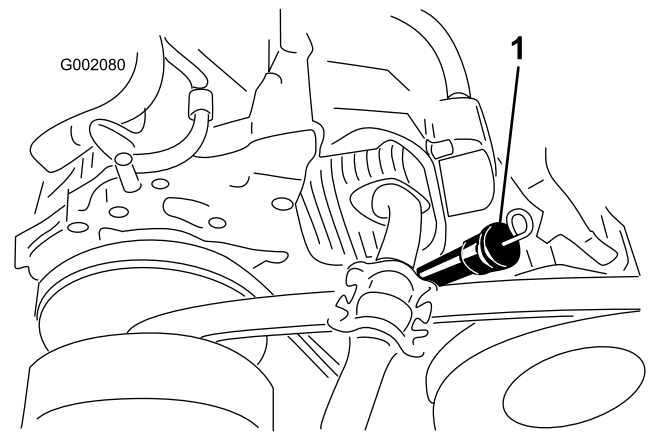
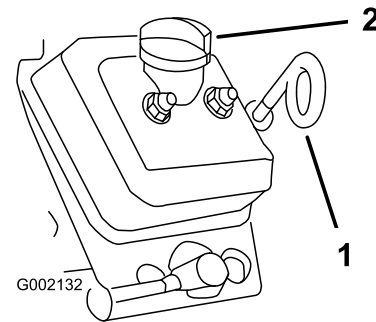

図 15
図 16
- モデル 07273 および 07273TC ディップスティックと補給口図 16。
- ディップスティックを抜き取り、付いているオイルをウェスで拭きとる図 15と図 16。
- ディップスティックを根元まで完全に差し込む図 15と図 16。ディップスティックを引き抜いて油量を点検する。
- ディップスティックを取り付ける。奥まで完全に差し込むこと図 15と図 16。
- モデル 07266TC および 07279 ディップスティックと補給口図 15。